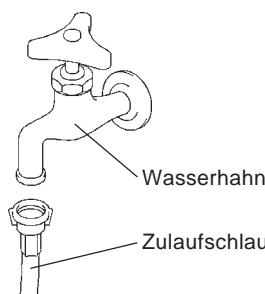

Abb. 8
2) Das andere Ende des Zulaufschlauchs auf den Wasserhahn (Abb. 8) stecken, dabei wie oben darauf achten, daß die Gummidichtung richtig liegt und festziehen. Vorsichtshalber sollte das Absperrventil in Reichweite sein.
- 2) Das andere Ende des Zulaufschlauches ist an den Wasserhahn (Abb. 8) zu schrauben, dabei wie oben darauf achten, dass die Gummidichtung richtig liegt und mit der Hand festziehen.